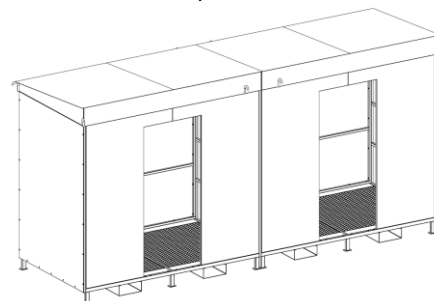

рис. 7
5.7. Аналогично предыдущему шагу установить правую крышку, крышки стянуть между собой при помощи болтов и гаек (рис. 7).